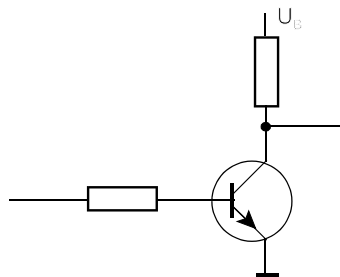

Abb. 3
11. Eine Transistorstufe wird erprobt (Abb. 3). Es zeigt sich, daß der Transistor viel zu lange braucht, um auszuschalten (Speicherzeit). Schlagen Sie brauchbare Schaltungslösungen vor, um die Speicherzeit zu verringern (nur Prinzipien; keine Dimensionierung).